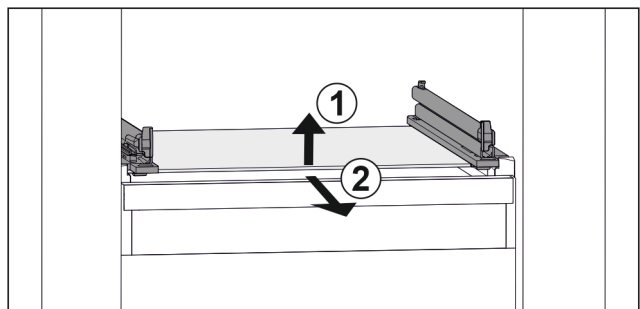

Fig. 45 Az üveglap példaként szolgáló ábrázolása
- ▶ Emelje meg az üveglap elejét. Fig. 45 (1)
- ▶ Vegye ki az üveglapot előre felé. Fig. 45 (2)